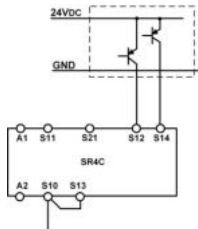

Abb. 8:
- Für Anwendungen nach Abb. 8 ist darauf zu achten, dass das Bezugspotential des Signalgebers und des SR4C das Gleiche ist